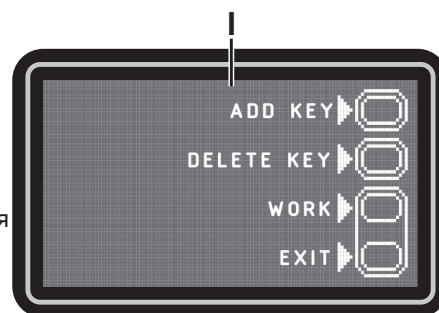

Рис. 11
**Экран управления ключом пользователя (I, рис. 11)**